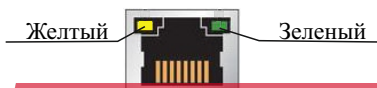

Рисунок 5.4
5.9 Для удобства пусконаладочных работ на разъемах R3-Link IN и R3-Link OUT размещены по два индикатора (рисунок 5.4). По их состоянию можно оценить состояние линии между двумя соседними приборами (таблица 5.1).